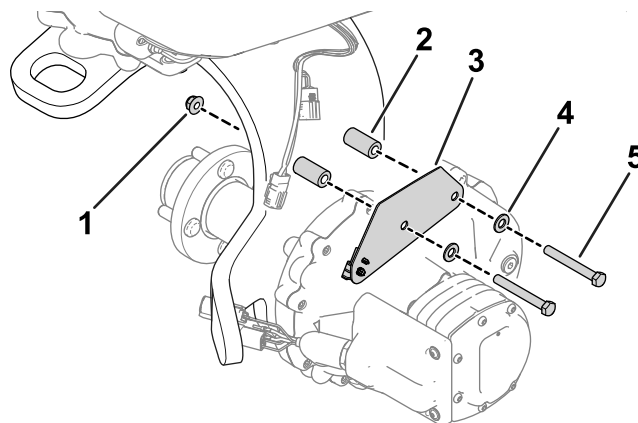

Рисунок 4
2. Используйте ранее снятые крепежные детали для крепления нового кронштейна жгута проводов к вилке поворотного колеса (Рисунок 4).